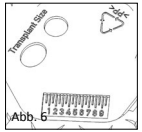
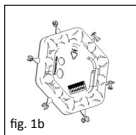

Abb. 6
fig. 1b
■ **Abb. 1b/6** Die eingearbeiteten Schablonen auf der Rückseite der Sizer Disk (Abb. 1b) zeigen die Minimalgröße des Transplantats zur Unterfütterung des Trommelfells (Abb. 6). Oval: Bei ovaler Prothesenkopfflatte. Rund: Bei runder Prothesenkopfflatte.
■ **Abb. 6** Die Millimeterskala dient allgemeinen Vergleichsmessungen, die im Rahmen einer Mittelohroperation hilfreich sein können. Grundsätzlich kann die Rückseite auch als Ablage oder Präparationsfeld für diverse Vorgänge, wie z.B. der Transplantatbearbeitung oder Zwischenlagerung, verwendet werden.
■ **Fig. 1b/6** The integral templates on the back of the sizer disk (Fig. 1b) correspond to the minimum size of the graft for lining the tympanic membrane (Fig. 6).
■ **Fig. 6** The millimetre scale is used for general comparative measurements, which might be useful during a middle ear operation. Basically, the back can also be used as storage space or a preparation field for various processes, such as working on the graft or for temporary storage.